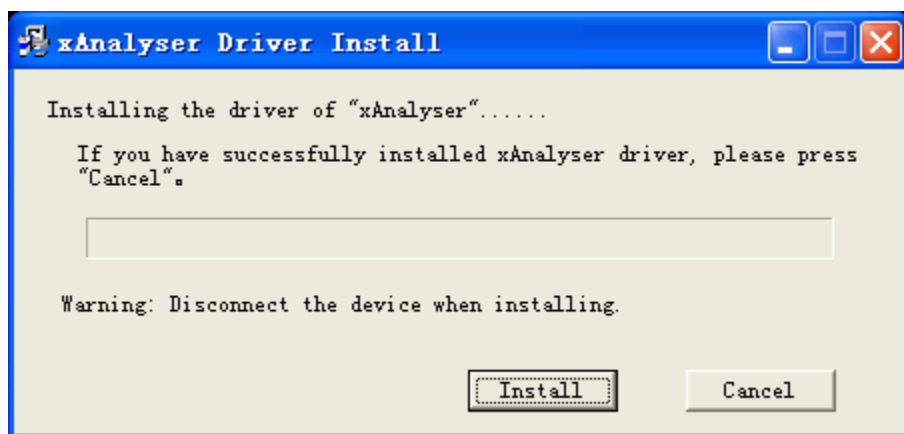

图 3.7 LA1032 驱动安装界面
(1) 安装完zlgLogic之后，自动弹出如图 3.7所示对话框，点击“Install”来安装LA1032的驱动程序。